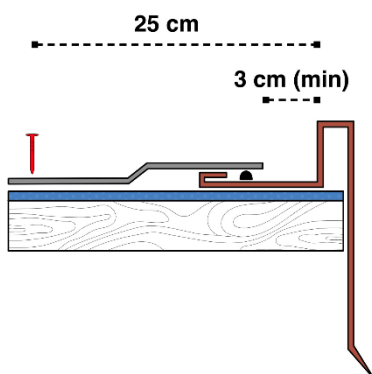

**Fig. 3** - Tracciatura della falda [cm]
- Tracciare delle linee orizzontali e parallele a **x**, ad una distanza fra loro di 29 cm, fino ad arrivare al colmo - vedi Fig. 3.